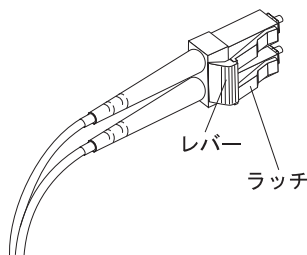

図 21. LC-LC ファイバー・チャネル・ケーブルのレバーおよびラッチ
1. 30 ページの図 21 に示すように、SFP モジュールまたはホスト・バス・アダプターに接続する LC-LC ケーブルの端のレバーを押したままにして、ラッチを外します。